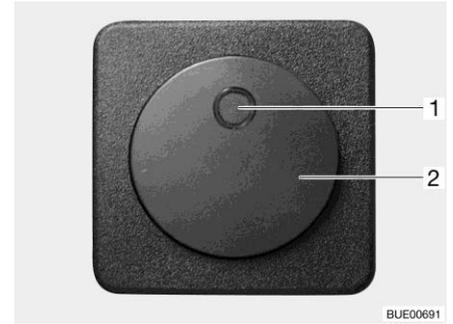

Fig. 224 Interruptor para calentamiento eléctrico del piso
- Presionar el interruptor basculante (Fig. 224,2). La luz de control del interruptor (Fig. 224,1) se enciende.
- Presionar el interruptor basculante (Fig. 224,2). La luz de control (Fig. 224,1) del interruptor se apaga.